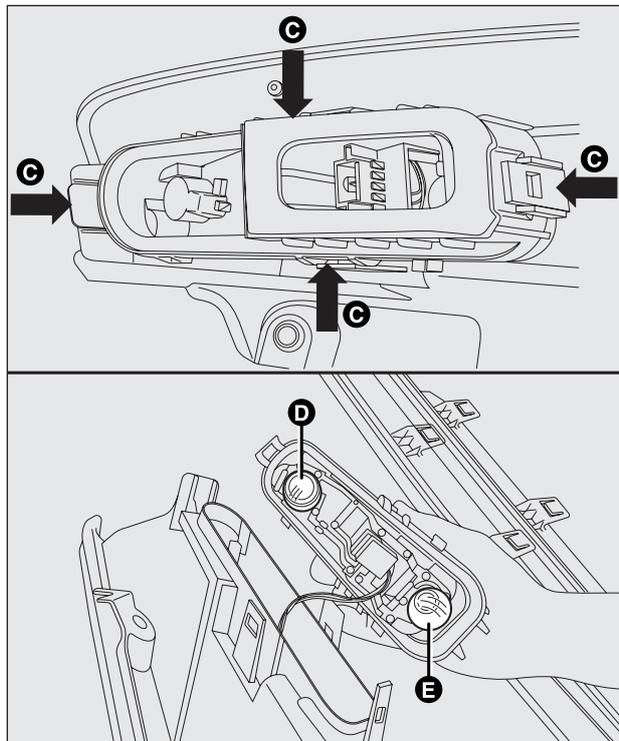

fig. 170
- décrocher la douille en agissant sur les fixations C-fig. 170 ;